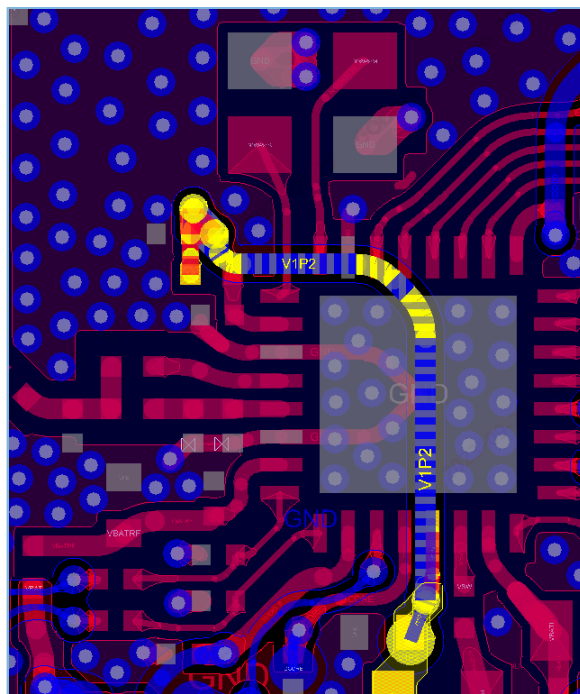

图 3-15 RF输入电源参考布局和走线
- 从 VREG 网络到 VDD_RF 引脚的走线，需注意避免穿过 RF 走线参考层，而建议直接从芯片 E-PAD 投影区域穿过，如图 3-15 所示。